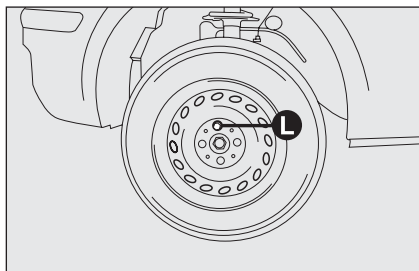

fig. 5
- pour les versions équipées d'enjoliveurs de roue, déposer l'enjoliveur de roue après avoir dévissé ses 3 boulons de fixation, puis dévisser le quatrième boulon **L - fig. 5** et déposer la roue ;